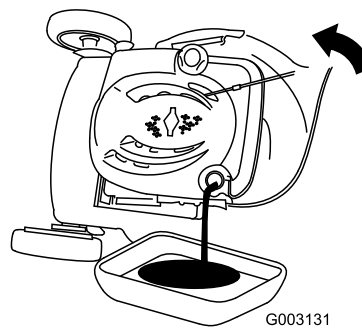

Figura 45
3. Inclinate il tosaerba sul fianco, con il filtro dell'aria in alto, per scaricare l'olio usato attraverso il tubo di riempimento (Figura 45).